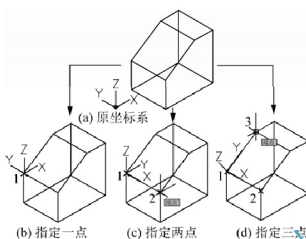

图 10-9 指定 UCS 的原点建立新坐标系
(1) 【指定 UCS 的原点】: 可以使用一点、两点或三点定义一个新的 UCS, 如图 10-9 所示。
- ① 如果指定单个点, 当前 UCS 的原点将会移动而不会更改 X、Y 和 Z 轴的方向, 如图 10-9(b)所示, 该操作等同于使用 UCS 工具栏中的 .
- ② 如果指定第二个点, 则 UCS 旋转将以正 X 轴通过该点, 如图 10-9(c)所示。
- ③ 如果指定第三个点, 则第一点为原点, 第二点为 X 轴正方向, 第三点为 Y 轴正方向, 如图 10-9(d)所示, 该操作等同于使用 UCS 工具栏中的 .